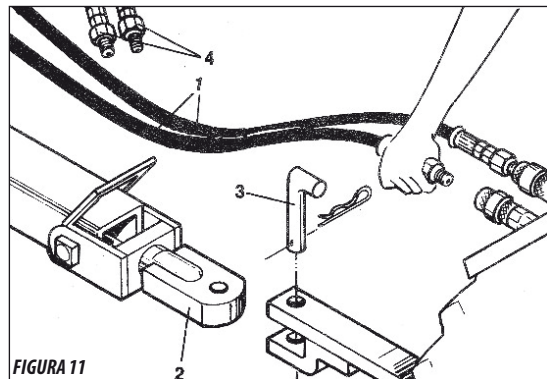

FIGURA 11
- 3 - Para engatar o terraceador na barra de tração do trator, acople primeiro as mangueiras item 1, figura 11, do pistão do cabeçalho no engate rápido do trator.
- 4 - Após ter engatado a mangueira, funcione o trator, acionando o pistão devagar para levantar o cabeçalho do terraceador até a altura exata da barra de tração do trator. Engate o jumelo item 2, na barra de tração através do pino item 3.
- 5 - Após ter engatado o terraceador na barra de tração do trator, engate as mangueiras item 4 do pistão de levantamento dos pneus.